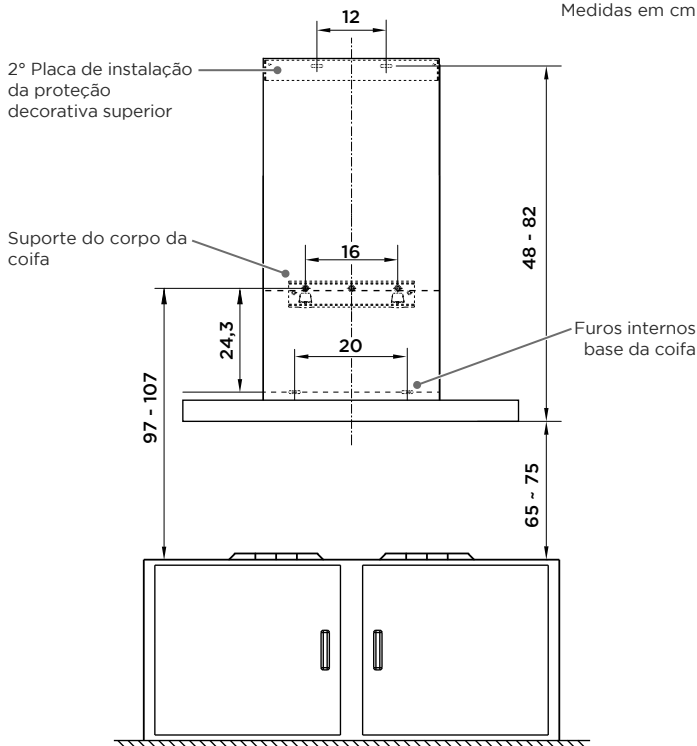
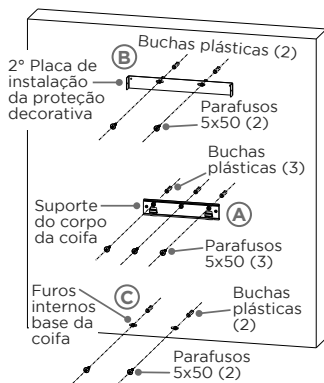

Fig. 10
Fig. 12
1. Faça 3 furos de 10 mm para fixação das buchas plásticas do suporte (com ganchos) do corpo da coifa ("A" - Fig. 12), verifique o correto nivelamento e os espaçamentos recomendados (Fig. 10). Insira as buchas nos furos e fixe rigidamente o suporte com os parafusos 5x50 (quantidade 3). Faça 2 furos de 10 mm para fixação das buchas plásticas para a segunda placa de instalação da proteção decorativa ("B" - Fig. 12), verifique o correto nivelamento e os espaçamentos recomendados (Fig. 10). Insira as buchas nos furos e fixe a placa com os parafusos 5x50 (quantidade 2).
2. Faça 2 furos de 10mm para fixação das buchas plásticas da base da coifa ("C" - Fig.12), verifique o correto nivelamento e espaçamentos recomendados (Fig.10). Insira as buchas nos furos.